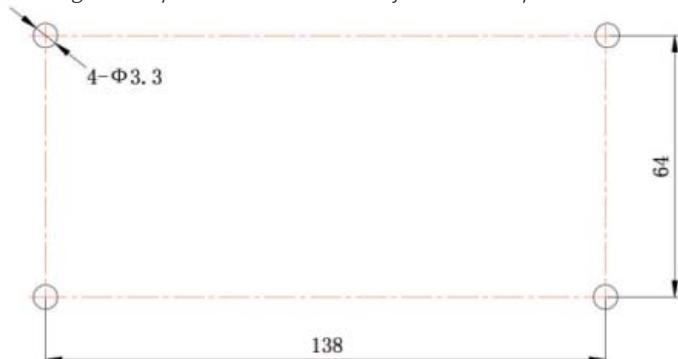

Fig. 3.10 Orificios de instalación de la tapa trasera de la caja eléctrica
- Si el controlador centralizado se instala utilizando la caja de metal suministrada, realizar 4 orificios de instalación según la fig. 3.10.
4. En la fase ①, extraer los cables de alimentación y de comunicación y hacerlos pasar por separado por el orificio de cableado de la tapa trasera de la caja eléctrica. No hacer pasar ambos cables por el mismo orificio.
5. En la fase ②, alinear la tapa trasera de la caja eléctrica con los orificios de instalación en la pared con el tornillo ST4,2x16 FA.
6. En la fase ③, extraer los cables que conectan la pantalla táctil y la tapa trasera del controlador. Colocar la pantalla táctil en un lugar seguro.
7. En la fase ④, conectar los cables de comunicación a los terminales G1, G2 y conectar el cable neutro y el cable de tensión al terminal N, L. Conectar los cables de tierra a la posición en la tapa trasera de la caja eléctrica. Fijarlos con el tornillo M4x12.
8. En la fase ⑤, colocar la tapa trasera del controlador sobre la tapa trasera de la caja eléctrica con el tornillo ST4,2x9,5 TC.
9. En la fase ⑥, conectar los cables entre la pantalla táctil y la tapa trasera del controlador.